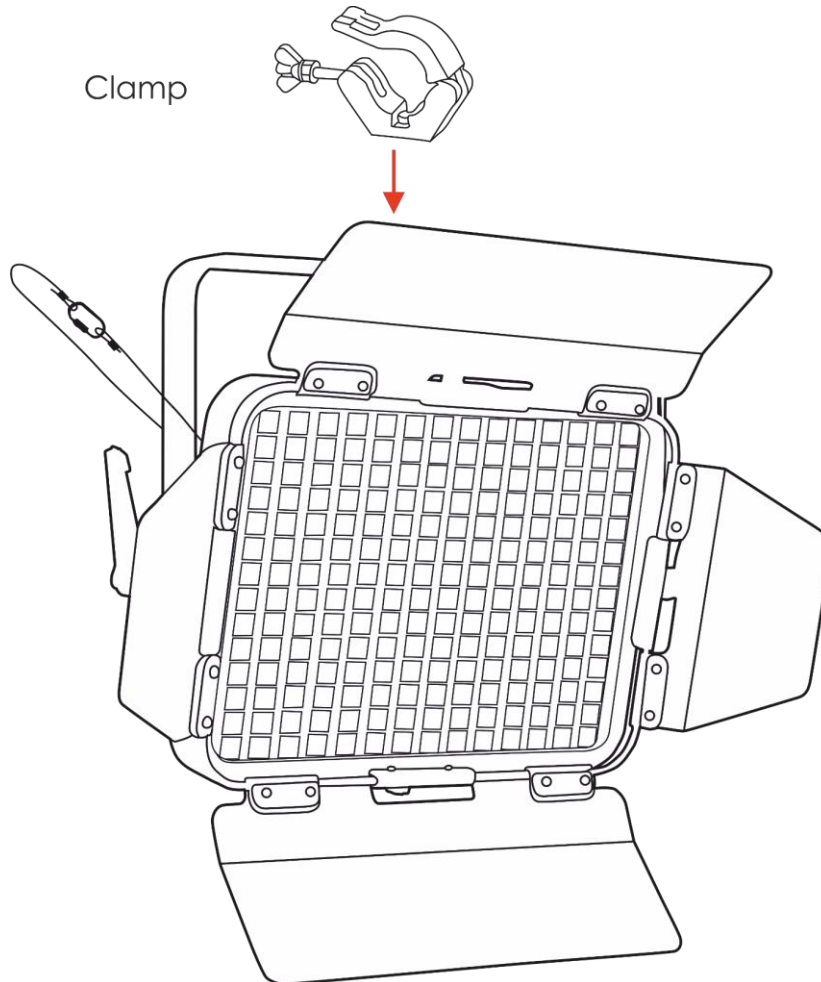

Abb. 06
- 02) Sichern Sie das Gerät mit einer Sekundäraufhängung, z. B. einem Sicherheitskabel. Stellen Sie sicher, dass die Sekundäraufhängung das 10-fache Gewicht des Geräts tragen kann. Wenn möglich, sollte die Sekundäraufhängung unabhängig von der Primärhalterung an der Tragstruktur befestigt werden. Führen Sie das Sicherheitskabel durch die **Montagehalterung (02)** wie in Abb. 06 gezeigt.
- 01) Drehen Sie die **Einstellschraube (01)** gegen den Uhrzeigersinn, um sie zu lösen.
- 02) Kippen Sie den Scheinwerfer in die gewünschte Position (Abb. 06).
- 03) Drehen Sie die **Einstellschraube (01)** im Uhrzeigersinn wieder fest. Stellen Sie sicher, dass sich der Scheinwerfer nicht frei bewegen kann, wenn die **Einstellschraube (01)** angezogen ist.